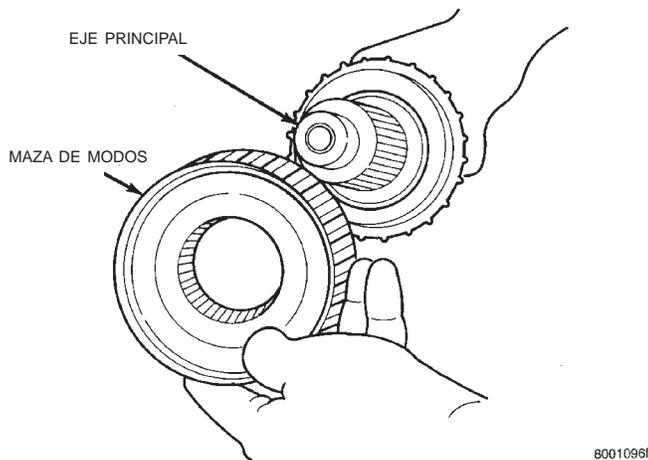

Fig. 29 Desmontaje de la maza de modos
- (2) Deslice hacia afuera del eje principal la maza de modos (Fig. 29).